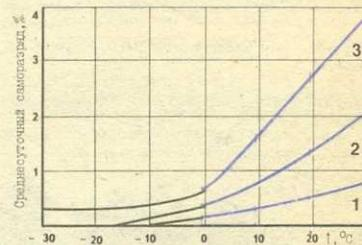

Рис. 1. Зависимость саморазряда батареи от температуры окружающего воздуха.
На саморазряд также влияет чистота электролита и состояние пластин: чем они моложе, то есть «здоровее», тем лучше. Представление о саморазряде батарей разного возраста при различных температурах дает приводимый на рис. 1 график.
Сначала соберите узел ведущей шестерни (см. рис. 1 предыдущем номере журнала). В редукторе автомобилей «Москвич» выпуска до 1984 г. сальник 18° пока не устанавливается. Теперь приступим к затяжке гайки 21 ведущей шестерни, создавая тем самым предварительный натяг подшипников 17 и 24.
* Нумерация деталей редуктора дана по рис. 1, опубликованному в № 9.
У редукторов автомобилей «Москвич» выпуска до 1984 г. после замены подшипников необходимо подобрать новый пакет регулировочных шайб 30 (см. рис. 1). Для этого соберите узел ведущей шестерни, но без сальника 18. Вместо распорной втулки 16 и регулировочных прокладок 30 установите телескопическую контрольную распорную втулку (рис. 5). Гайку 21 затяните с таким усилием, чтобы после 8—10 оборотов ведущей шестерни момент сопротивления вращению при проверке динамометром был 15—35 кгс· см (1,5—3,5 Н· м). После этого разберите узел, аккуратно снимите телескопическую втулку и замерьте микрометром высоту телескопической и штатной втулок.